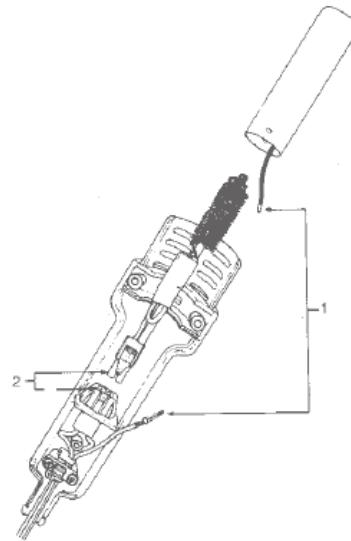

Рис.2
Отсоедините провод заземления (рис. 2 (1)) и снимите трубку нагревателя. В трубке нагревателя установлены кварцевое стекло и тепловая защита. Не роняйте и не теряйте трубку.
Отсоедините вывод (рис.2 (2))и снимите нагревательный элемент.